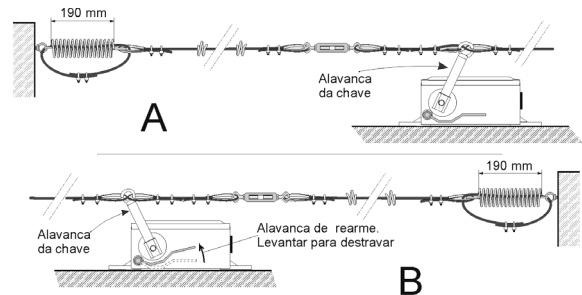

Fig 5 - Ajuste do ponto de operação
2.5 Destravar a chave de emergência (puxar a alavanca de rearme) e colocar a alavanca na posição da fig. 5 B. Repetir o processo 4.4 para ajustar a tensão do cabo de aço na outra mola.